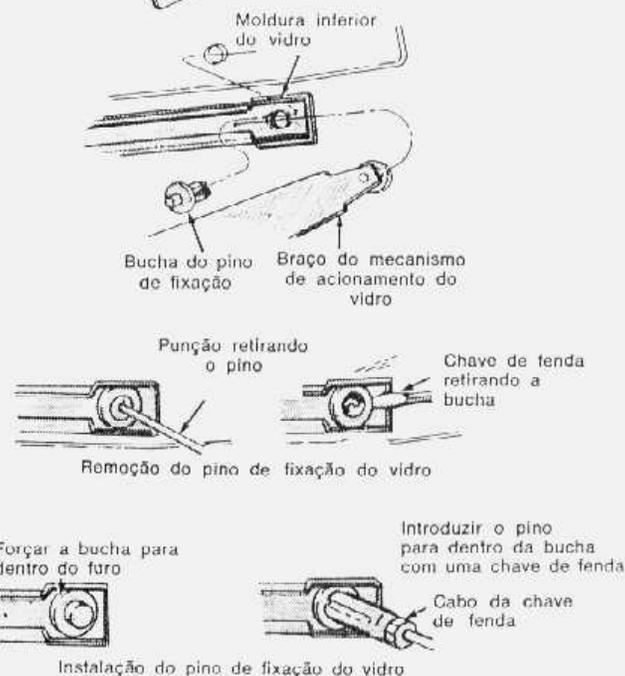

fig. 4 — fixação do vidro da janela dianteira
3. Soltar os pinos de fixação do vidro, empurrando o pino central com um punção pequeno (fig. 4). Segurar o vidro e retirar a bucha retentora da moldura inferior do vidro, com uma chave de fenda colocada por trás da flange da bucha.